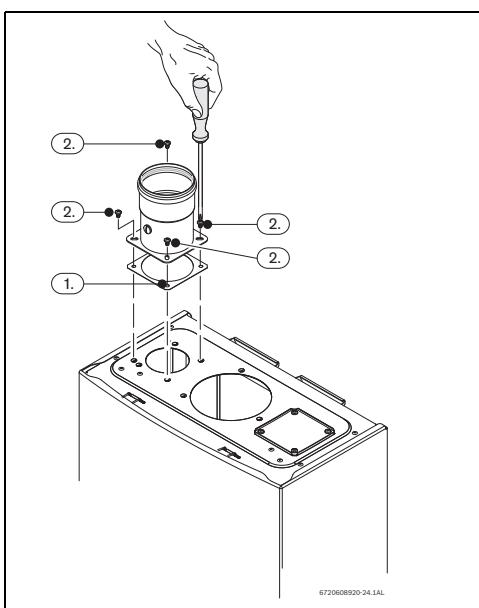

Рис. 27
- Установите прокладку между прибором и дополнительным оборудованием, Рис. 27 , поз. 1.
- Затяните 4 винта дополнительного оборудования для подвода воздуха, см Рис. 27 , поз. 2.